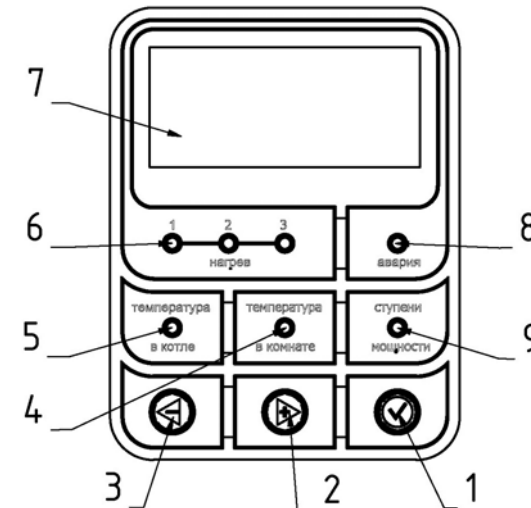

Рис. 5 Панель управления
- ✓ Плата управления (8). Плата анализирует состояние датчика температуры воды, термовыключателя, датчика уровня, датчика температуры воздуха, реле протока (опция). Плата выполняет анализ поступивших сигналов и производит включение или выключение ступеней мощности в зависимости от конкретной ситуации.
- ✓ Плата резервного управления (9), расположена рядом с электронной платой управления и представляет собой планку с разъемами. В случае сбоя в работе платы управления, или выхода ее из строя, до приезда специалистов сервисного центра, прибор можно переключить на работу по механическим датчикам - через плату резервного управления (подробнее см. раздел техническое обслуживание).
- ✓ Плавкий предохранитель (12) предназначен для защиты от короткого замыкания в цепи управления.
- ✓ Набор зажимов (18), предназначена для подключения циркуляционного насоса (опция), стабилизатора напряжения (опция).
- ✓ Автоматические выключатели (13) служат клеммными зажимами, для подключения подводящих фазных проводов L1, L2, L3, а также для защиты от перегрузки по току и аварийного отключения ТЭНов,
4.9. Состояние работы прибора отражается на панели управления (Рис. 5). Панель управления содержит следующие элементы:
- ✓ Дисплей (7) отображает параметры работы прибора.
- ✓ Индикатор «нагрев» (6) показывает, сколько ступеней мощности (от 1-ой до 3-ей) включено, и работает в данный момент.
- ✓ Индикатор режима отображения температуры теплоносителя в приборе (5)
- ✓ Индикатор режима отображения температуры воздуха в помещении (4)
- ✓ Индикатор режима отображения количества разрешенных для включения ступеней мощности (9)
- ✓ Кнопка уменьшения показаний (3) / прокрутки меню (←)
- ✓ Кнопка увеличения показаний (2) / прокрутки меню (→)
- ✓ Кнопка выбора (1) / входа в меню (✓)
- 7.11. На дисплей выводится текущая информация о состоянии прибора. С помощью кнопок на панели управления обозначенных (⇒) и (⇄) (Рис.5) (2),(3), можно изменять отображаемые параметры работы, переключаясь между текущими значениями параметров «температура в котле», «температура в комнате», «ступени мощности», свечение индикаторов (5),(4),(9) указывает на отображаемый в данный момент параметр.
- 7.12. Для изменения уставки отображаемого параметра необходимо нажать на кнопку выбора (✓) (1) (Рис.5), перед цифрой на индикаторе появляется нижний пробел (например: _25), это означает, что прибор перешёл в режим изменения уставки, далее с помощью кнопок (⇒) и (⇄) (2),(3), можно задать требуемую уставку параметра. Для выхода из режима установки необходимо еще раз нажать на кнопку (✓), либо подождать ~ 10 секунд.